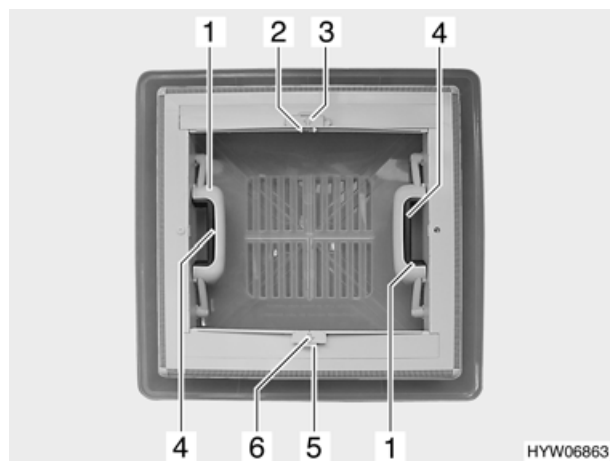

Fig. 27 Oblò a scatto
- Premere la chiusura a scatto (Fig. 27,4) verso l'interno dell'oblò. Premere contemporaneamente verso l'alto l'oblò con la maniglia (Fig. 27,1).
- Premere l'arresto (Fig. 27,5) verso il lato esterno dell'oblò.
- Tirare l'oscurante a rullo per la maniglia (Fig. 27,6) fino alla maniglia contrapposta della zanzariera a rullo (Fig. 27,2) e farla innestare.
- Serrare la maniglia (Fig. 27,2). L'arresto si sblocca.
- Ricondurre lentamente l'oscurante a rullo accompagnandolo con la maniglia (Fig. 27,6).
- Premere l'arresto (Fig. 27,3) verso il lato esterno dell'oblò.
- Tirare la zanzariera a rullo per la maniglia (Fig. 27,2) fino alla maniglia contrapposta dell'oscurante a rullo (Fig. 27,6) e farla innestare.
- Ricondurre lentamente la zanzariera a rullo accompagnandola con la maniglia (Fig. 27,2).